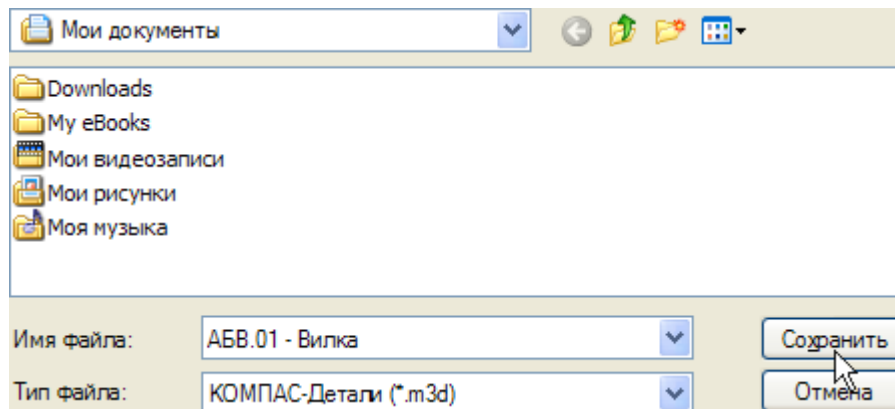

Рисунок 7.
- Нажмите кнопку Сохранить — документ будет записан на диск. (рис.7)